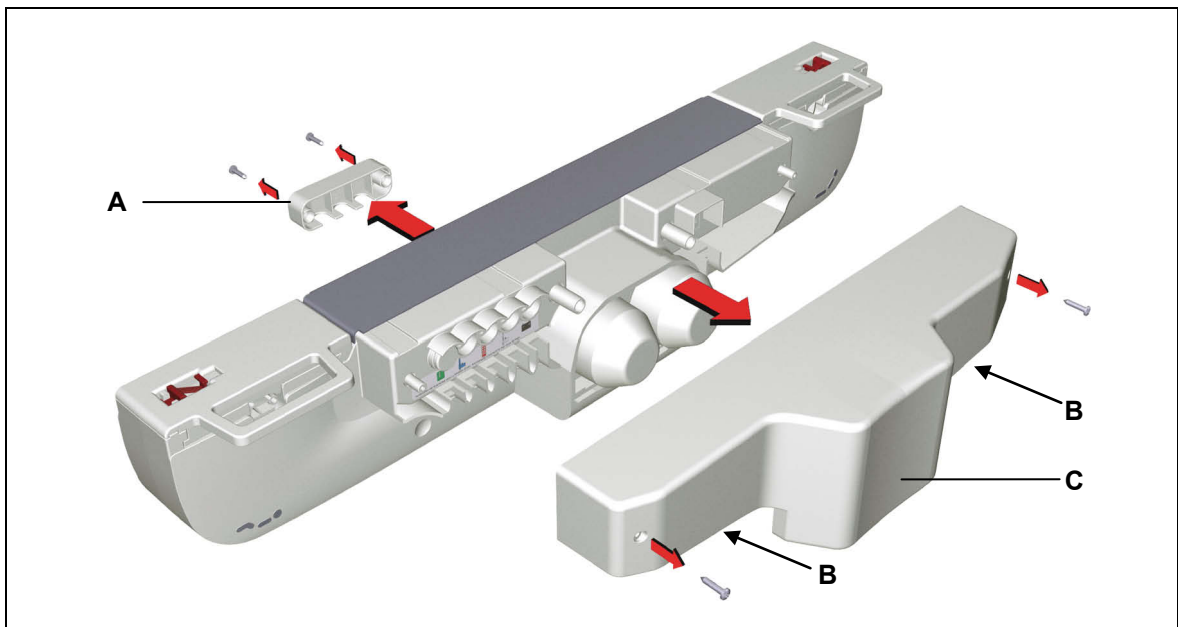

Abbildung 12 Entfernen der Motorkappe
- 3 Lösen Sie die Schrauben der Abdeckung (A in Abbildung 12) auf der Rückseite des Antriebs und entfernen Sie die Abdeckung.